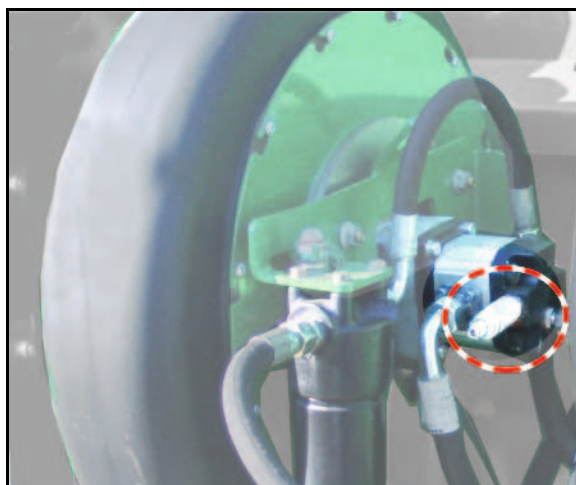

Fig. 82
5. Arretierknopf (Fig. 82/1) des Getriebestellhebels lösen.
6. Zeiger des Getriebestellhebels (Fig. 82/2) auf eine der folgenden Getriebestellungen schieben: